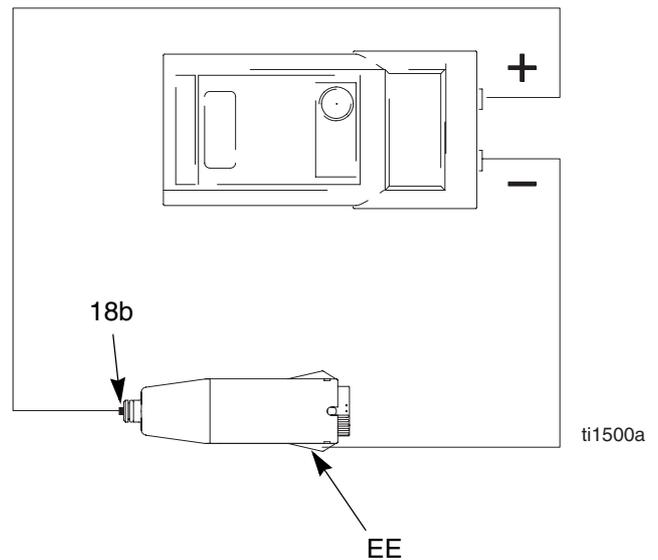

Fig. 5. Mesure de la résistance du bloc d'alimentation électrique
1. Démonter l'alimentation électrique (18), page 29.
2. Retirer la turbine-alternateur (19) de l'alimentation électrique, page 30.
3. Mesurer la résistance entre les barrettes de mise à la terre (EE) de l'alimentation électrique et le ressort (18b). Voir Fig. 5.